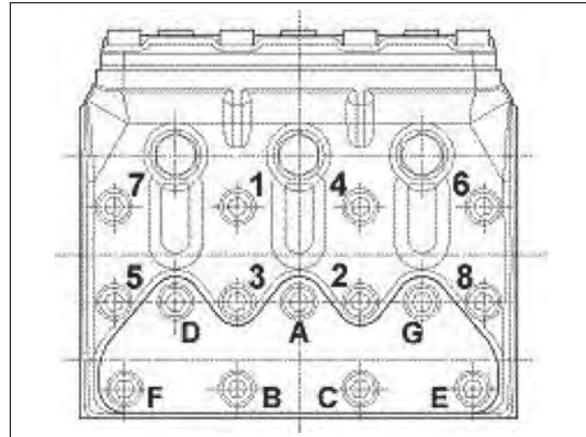

Abb. 24
- ** Die Befestigungsschrauben des Kopfes mit einem Drehmomentschlüssel und durch Schmieren des Gewindegewinnschafts gemäß der Reihenfolge in Abb. 24 festziehen.
- *** Die Befestigungsschrauben der Ventildeckel mit einem Drehmomentschlüssel und durch Schmieren des Gewindegewinnschafts gemäß der Reihenfolge in Abb. 24 festziehen.